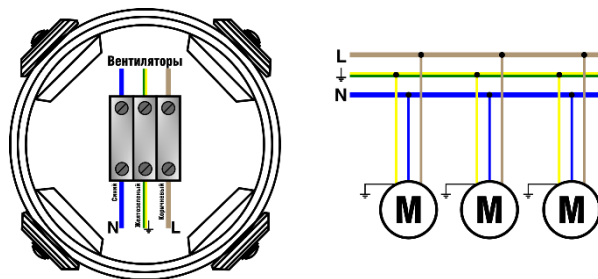

Рис. 5
5. Пофазно соедините провода в винтовой клемме клеммной коробки. См. Рис. 5